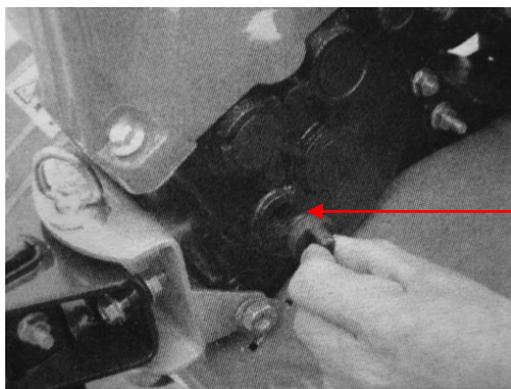

Abbildung 4
- Stellen Sie die Motorhacke horizontal auf und schrauben Sie den Ölmessstab heraus. (Siehe Abb.4).